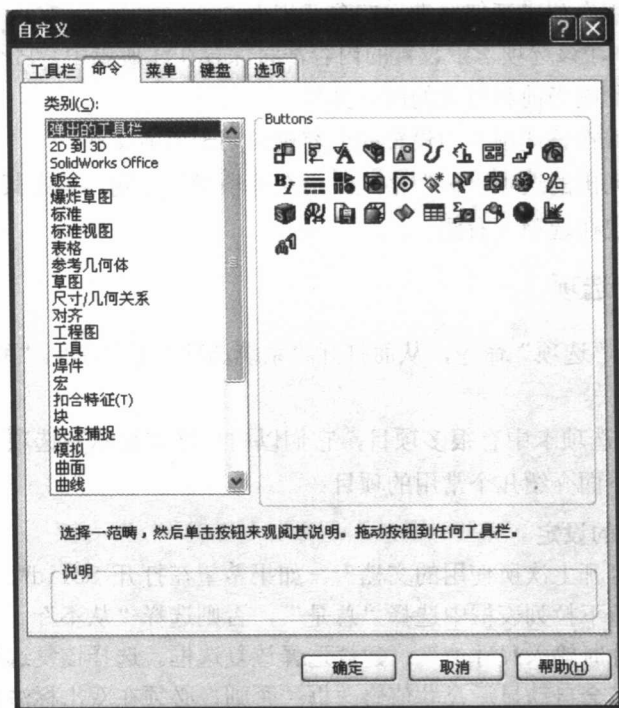

图 1-6 “自定义”对话框的“命令”选项卡
(1) 选择命令“工具”|“自定义”,或在工具栏区域右击,在弹出的快捷菜单中选择“自定义”,从而打开“自定义”对话框。
(2) 单击“命令”标签,打开“命令”选项卡,如图 1-6 所示。